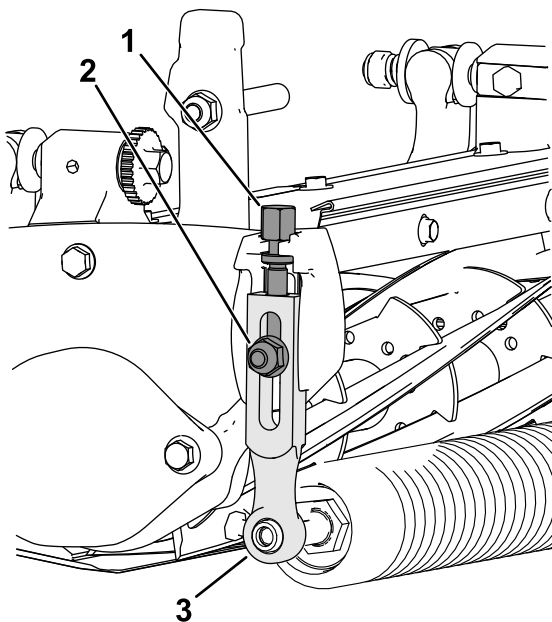

Рисунок 9
- Послабте затискні гайки, що кріплять важелі регулювання висоти скошування до бічних пластин косильного блока (Рисунок 9).